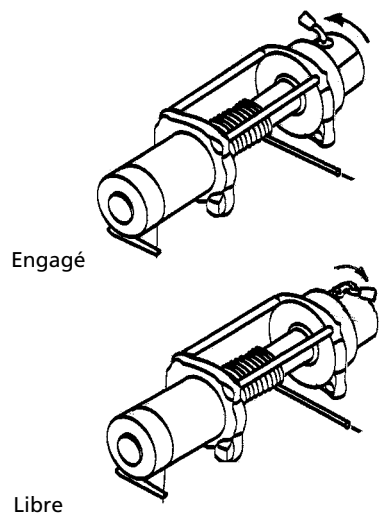

Figure 8
Placez (voir la figure 8) le bouton d'embrayage de bobinage libre à la position « libre ». Enlevez quelques mètres de
Tournez le bouton d'embrayage pour mettre à la position « libre » tel qu'indiqué à la figure 8. S'il y a une charge sur le câble, il est possible qu'il soit difficile de déplacer la poignée d'embrayage. **NE FORCEZ PAS LA POIGNÉE D'EMBRAYAGE.** Relâchez la tension de l'embrayage en faisant jouer un peu de câble. Relâchez l'embrayage, déroulez du câble en le tirant et attachez-le à une ancre ou à la charge. Vérifiez qu'il reste un minimum de cinq (5) tours de câble sur le tambour. Engagez à nouveau le tambour en remettant la poignée d'embrayage en position "engagée". (Voir la Fig. 8.)